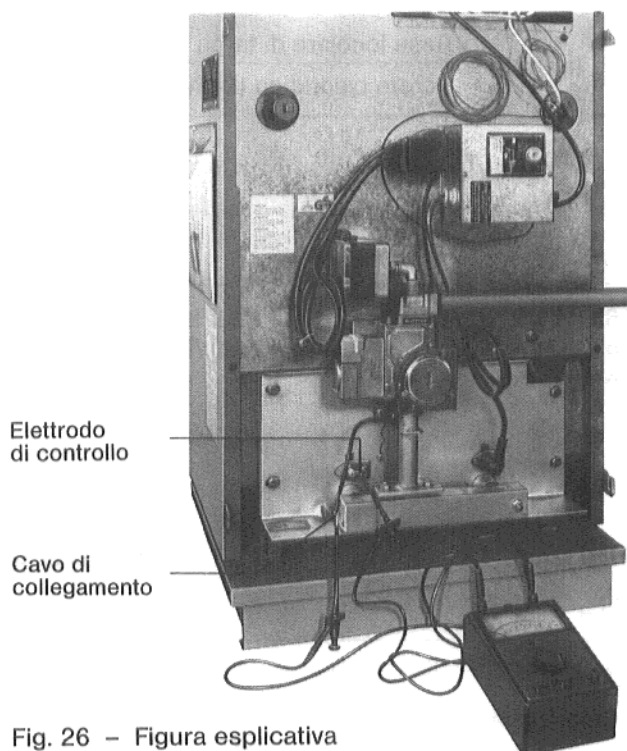

Fig. 26 – Figura esplicativa
- Collegare l'apparecchio di misurazione fra il cavo e l'elettrodo di controllo (vedi Fig. 26).